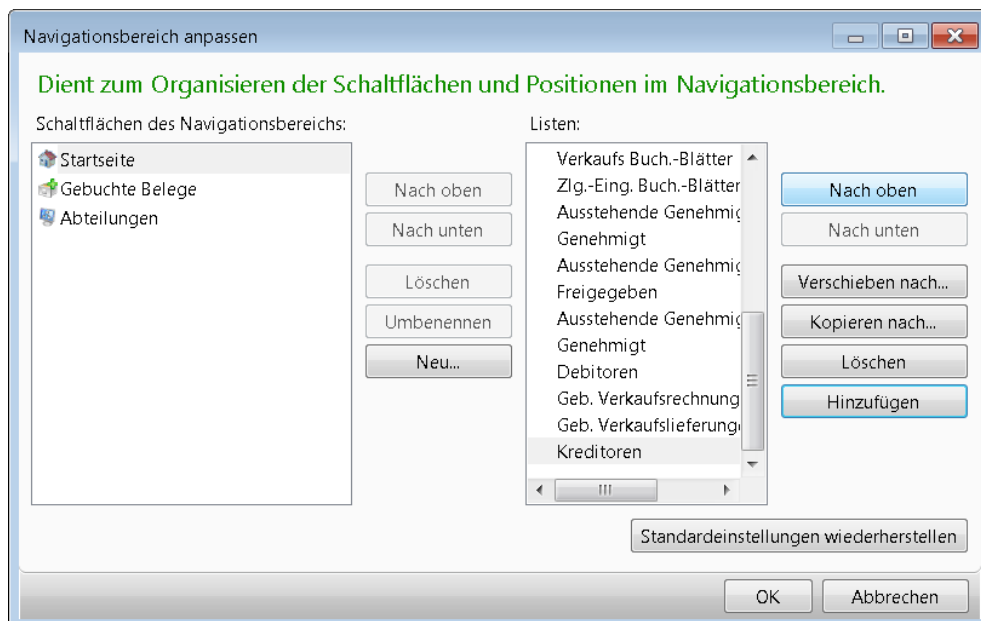

Abbildung 2.17 Verschieben der neuen Menüoption *Kreditoren*
4. Um die neue Menüoption *Kreditoren* anschließend direkt unterhalb der Menüoption *Debitoren* anzuordnen, markieren Sie den Eintrag und betätigen mehrmals die Schaltfläche *Nach oben* (siehe Abbildung 2.17)